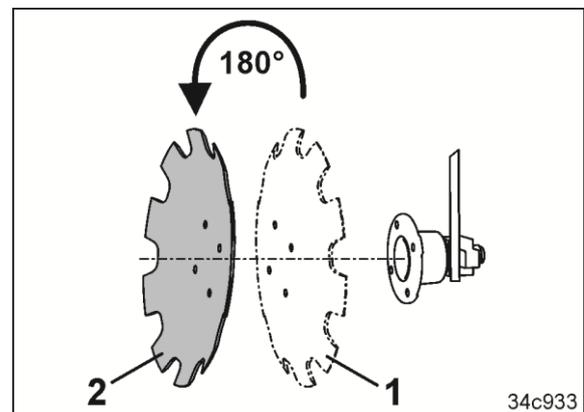

Fig. 320
1. Die Spurscheibe (Fig. 320/1) abschrauben und umdrehen.
2. Die Spurscheibe (Fig. 320/2) am Lager anschrauben.